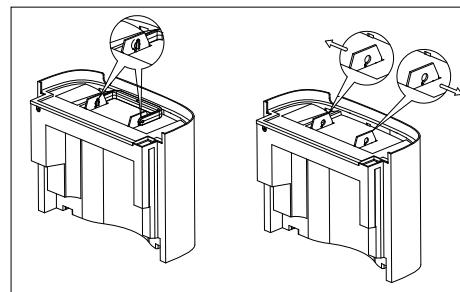

Fig. 5 – Rimuovere il coperchio
- ▶ Riposizionare la maniglia di trasporto in modo da poterla rimuovere dal suo ancraggio (**vedere Fig. 5**).